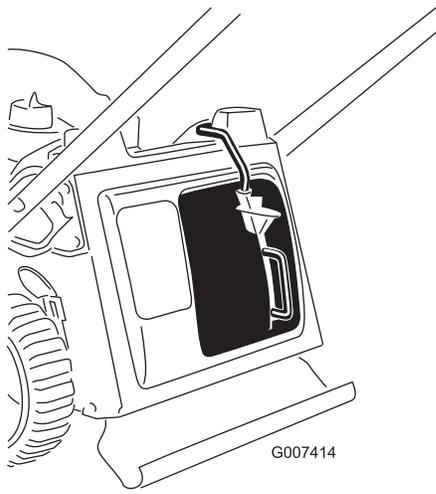

Bild 11
3. Lassen Sie die Taste am Hebel los und stellen Sie sicher, dass die Oberseite des Hebels ganz im Schalterkanal liegt (Bild 11). Wenn die Hebeloberseite nicht im Schalterkanal liegt, springt die Maschine nicht an.